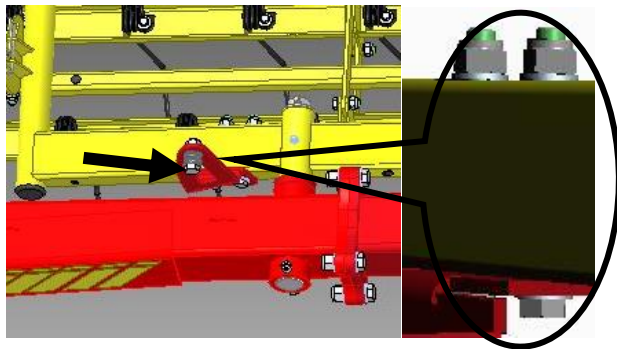

Abbildung 7
- Montieren Sie die Schweißbaugruppe KG12 anstelle der zuvor entfernten Schwenkbegrenzer mit den Schrauben M12x110 und den Muttern M12 sowie jeweils eine Scheibe M12 (Abbildung 7).